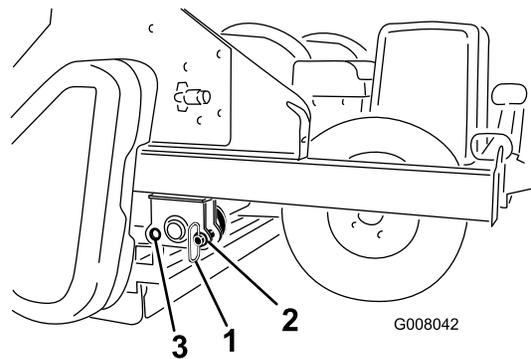

図 16
1. 機体前部分から保管用ピンを外す図 16。
2. コア・プロセッサを、ゆっくりと後ローラおよびタイヤの上に降ろす。機体の前穴に格納保管用ピンを取り付ける図 16。